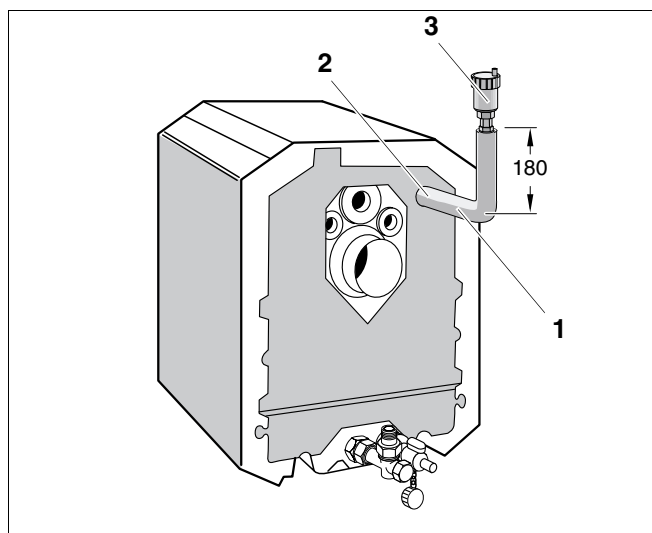

Fig. 22 Sikkerhedsfremløb med udlufter
Vi anbefaler, at du forsyner kedlen med et kedelsikkerhedssæt (tilbehør) eller en udlufter (fig. 22, **pos. 3**, tilbehør) på sikkerhedsfremløbet (fig. 22, **pos. 2**).